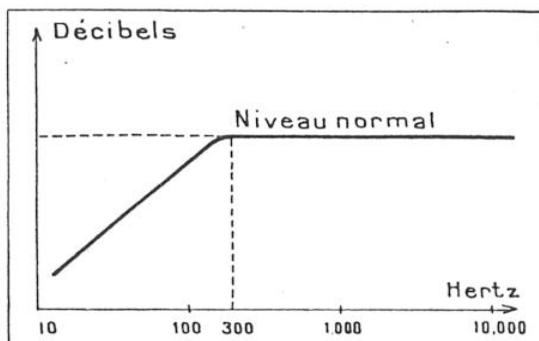

FIG. 1. — COURBE CARACTÉRISANT L'ENREGISTREMENT D'UN DISQUE DE PHONOGRAPHE
(1) Hz, diminutif de Hertz ou période par seconde ; c'est l'unité de fréquence.
(2) Sur les courbes des figures 1, 2, 3, 4, 5 et 6, les ordonnées sont graduées en décibels, dont le nombre mesure l'intensité sonore. Deux puissances sonores différent d'un bel (dont le décibel est le sous-multiple) lorsqu'elles sont dans le rapport 10.
L'appareil d'enregistrement doit avoir une caractéristique de fréquences équivalente à peu près à celle donnée à la figure 1.